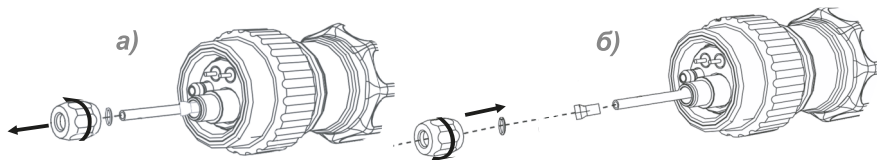

Рисунок 6. Схема встановлення тефлонового каналу «MIG»-пальника.
- відкрутити притискну гайку для вивільнення сталевого каналу з кабель-пакету (рис. 6а);
- встановити у кабель-пакет потрібний канал та зафіксувати його за допомогою притискної гайки (рис. 6б).